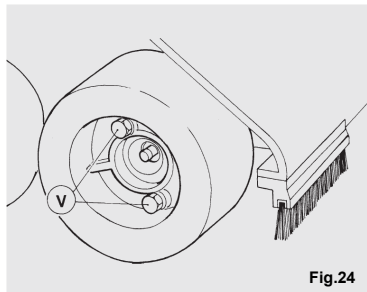

Fig.24
Dopo un certo periodo di utilizzo è necessaria la sostituzione di una o più ruote. Per la sostituzione togliere la ruota vecchia svitando le due viti (V) e sostituire la ruota (Fig.24).